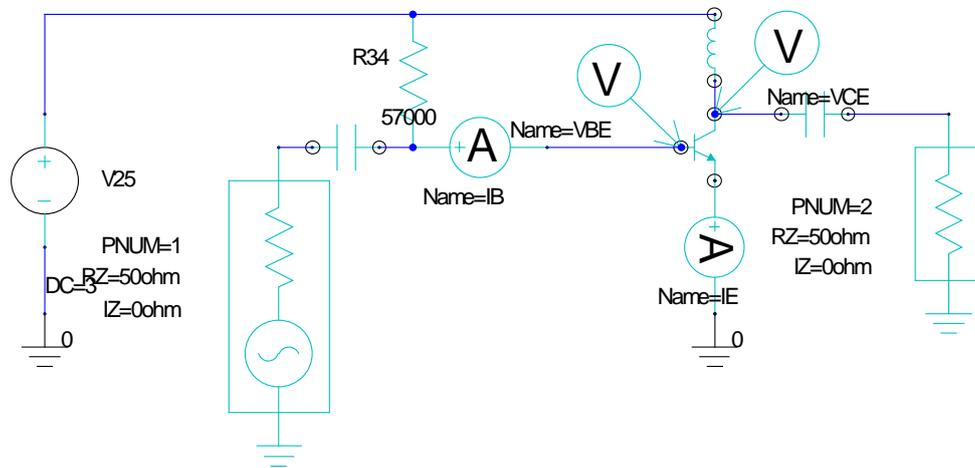

Figure 8.6 : Schéma de l'amplificateur de puissance après configuration du port de sortie @ $50\Omega + j0\Omega$
- ⇒ On obtient le schéma représenté sur la figure 8.6.
- Dans le schéma électrique, qu'un symbole de générateur sinusoïdal a été ajouté dans le port d'entrée (Port 1) : Voir figure 8.6.